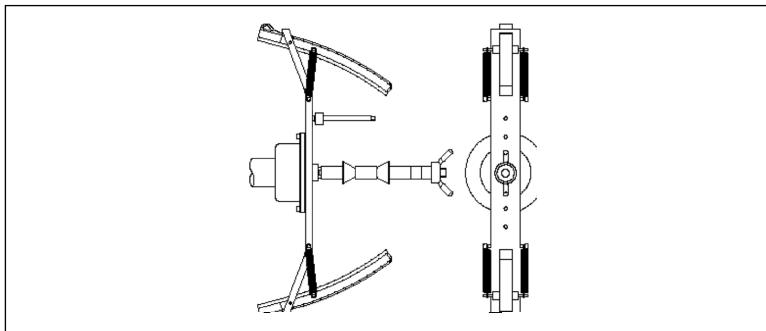

図 F4.3 校正用バランスウェイトをクリップの内側に置く (Cal3 段階)
- 10) 回転が終了すると、機械は cal-h12 を表示します。図 F4.3 に示すように、校正用バランスウエイトを外側にある「CAL」とマークされた穴に入れます。
- 11) 図 F4.3 のように、校正用バランスウェイトが上部に置かれているクリップを垂直状態に調整し、[P8] ボタンを押すか、保護カバーを下げます。クリップの方向が明らかに垂直ではない場合、本機は起動せず、エラーメッセージのビープ音が3回鳴ります。